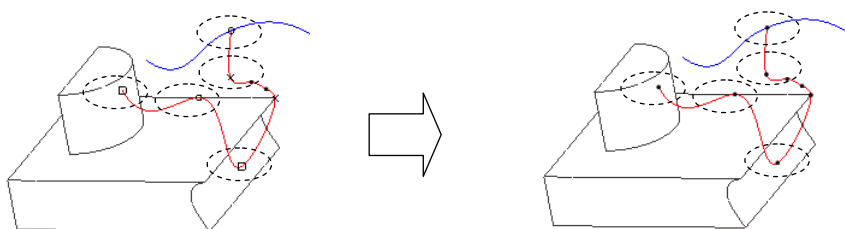

图 10.3.18 链接与断开链接
- **断开链接**：当 ISDX 曲线上某一点为软点或固定点时，该点表现为一种“链接”(Link)状态，例如点落在曲面、曲线或基准点上等。“断开链接”(Unlink)则是使软点或固定点“脱离”参考点/曲线/曲面等父项的约束而成为自由点，故符号会转为实心圆点“·”，如图 10.3.18 所示。